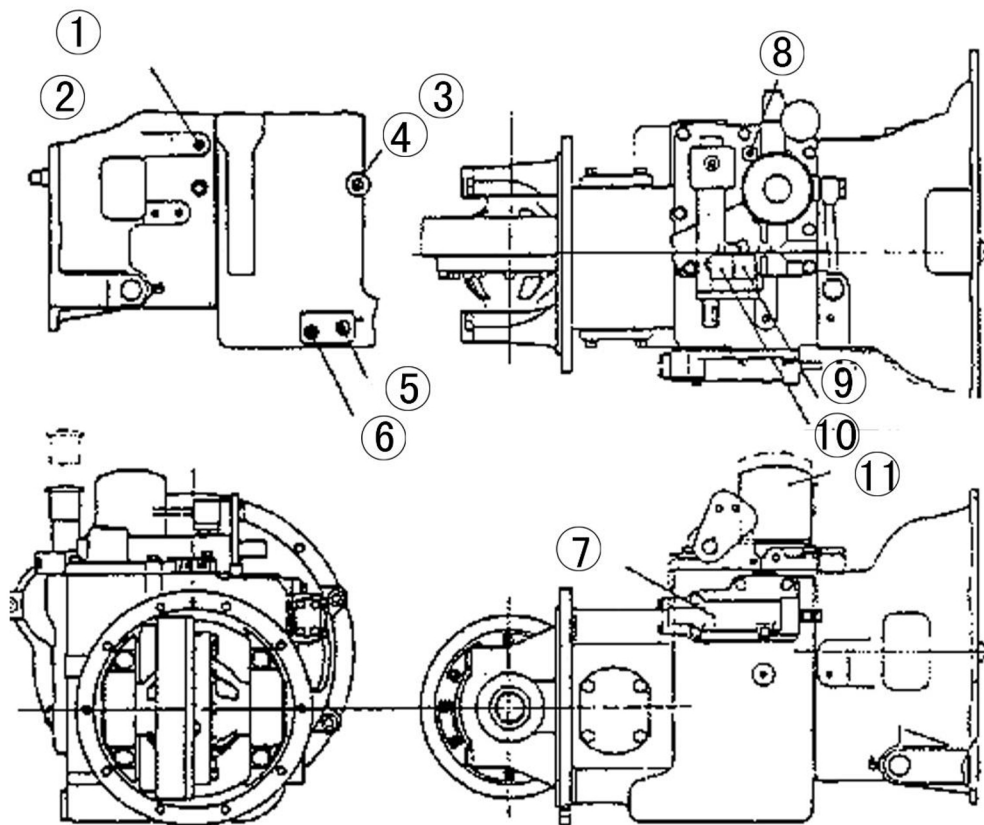

Abb. 5-10
5.6 Messung der Ölanschlussposition, des Öldrucks und der Öltemperatur (Abb. 5-10)